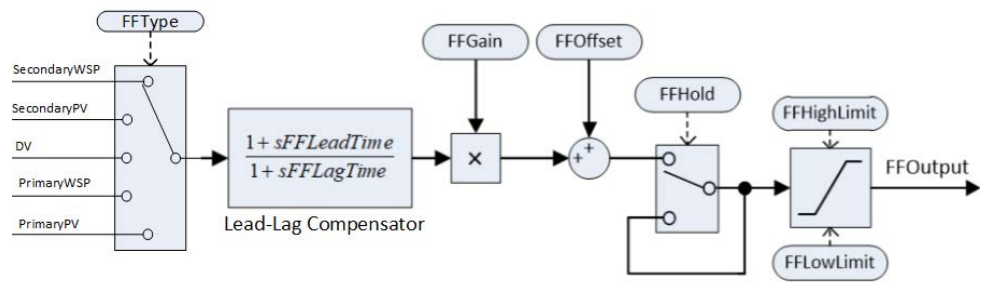

Abbildung 105 Feedforward-Generator
Das Blockdiagramm für die Feedforward-Generatorstruktur ist in Abbildung 105 dargestellt. Sie können damit einen statischen und dynamischen Feedforward-Ausgleich erreichen, für den als Eingang verschiedene Quellen möglich sind: Extern gemessene Störvariable (DV), sekundärer oder primärer Arbeitssollwert, sekundäre oder primäre Prozessvariable.